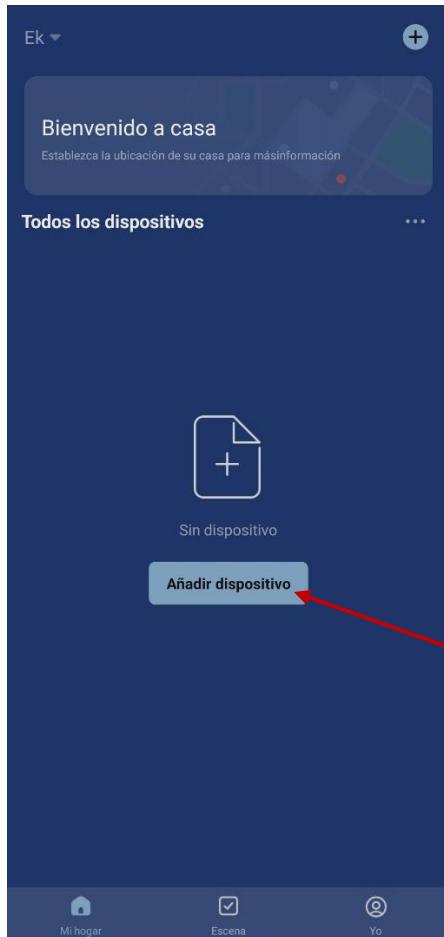

Figura 1
2. Uma vez apagada, mantenha a tecla  pressionado alguns segundos até aparecerá no visor (- -) e, em seguida, a sigla SA e o LED Wi-Fi piscando. (Figura 1)